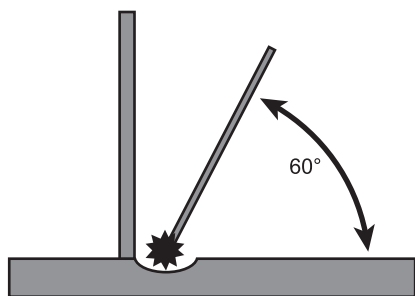

Рис. 16. Сварка тонкого металла с более толстым.
**Совет первый.** При сварке тонкого металла с более толстым (см. Рис. 16) необходимо, чтобы угол наклона между толстым металлом и электродом или сварочной горелкой составлял около  $60^\circ$ .